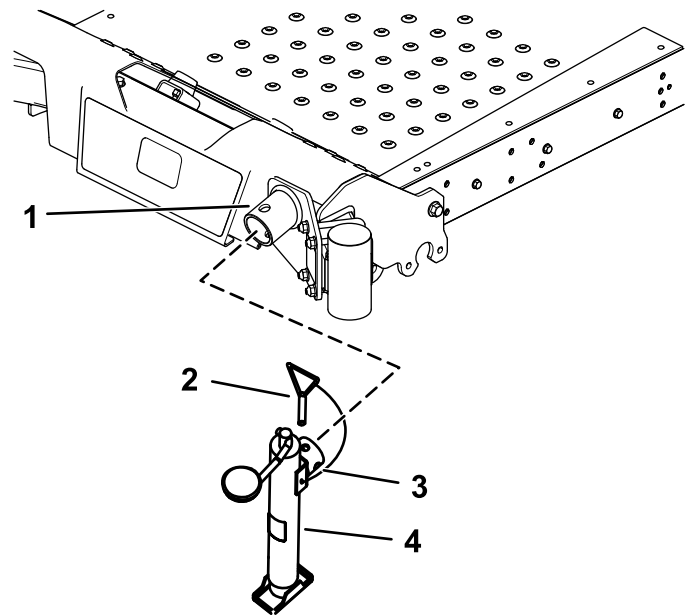

Figura 2
3. Fissate il martinetto al relativo supporto con un perno del martinetto (Figura 2).